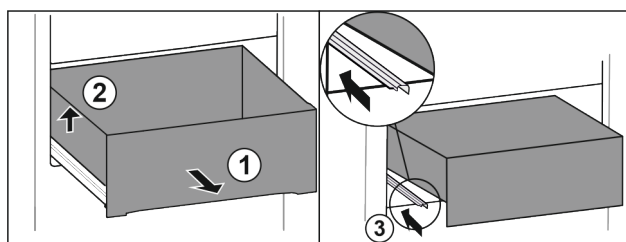

Fig. 88
- Tirer le tiroir jusqu'en butée. Fig. 88 (1)
- Soulever le tiroir sur la gauche. Fig. 88 (2)
- Rentrer le rail de gauche. Fig. 88 (3)